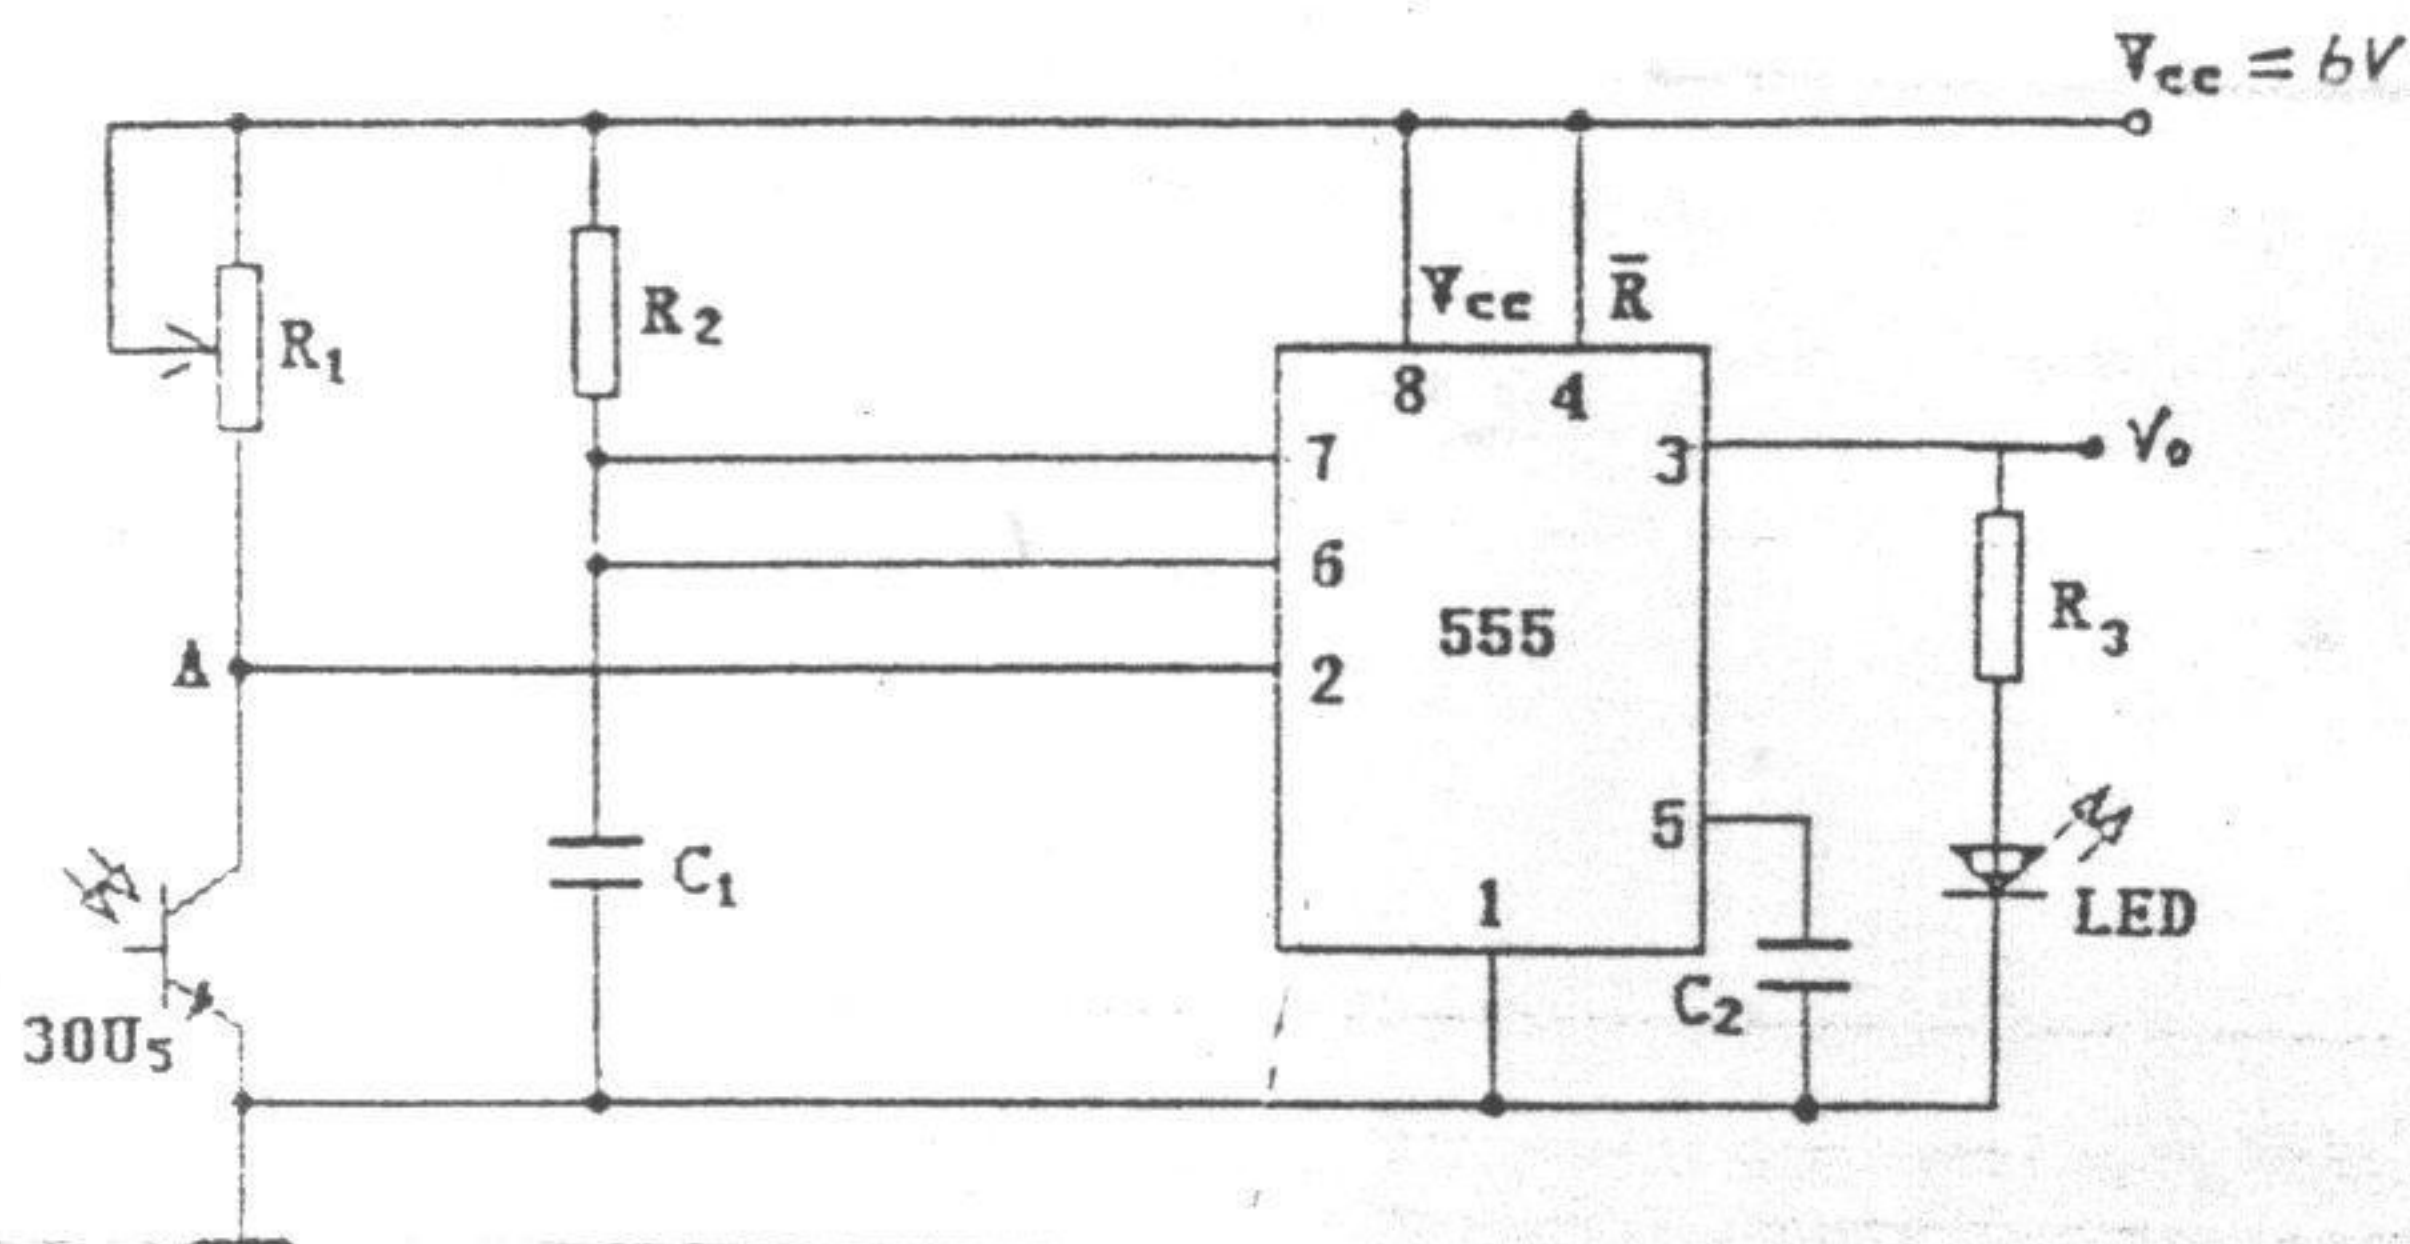

图 5
7、图 5 是由 555 定时器组成的光电打靶游戏机原理图。其中 3DU5 为一光敏三极管，当光束击中它的窗口时， $V_A < 2V$ ，未击中时 $V_A = 6V$ 。由 555 定时器组成的是（ ）。
9、图 5 中，LED 亮的持续时间为（ ）。